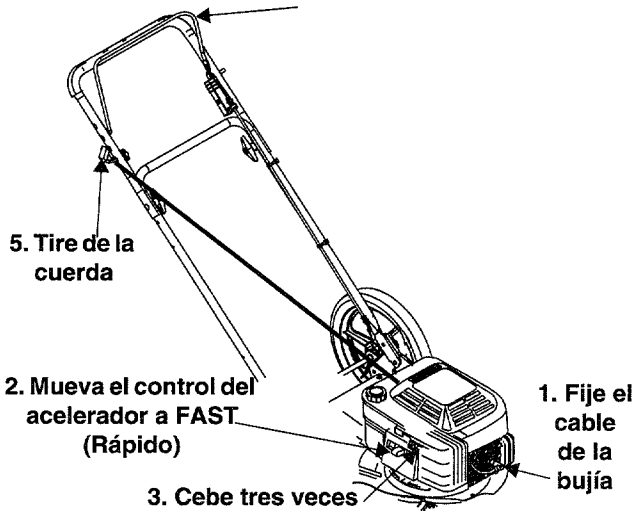

Figura 8
- Ceebe tres veces. Vea la Figura 8. Espere dos segundos aproximadamente entre cada cebado. Ceebe cinco veces en tiempo frío alrededor de 55° o menor. Después de un apagado breve **no ceebe para volver a arrancar un motor.**
- Sujete el mango del arrancador y tire lentamente de la sogá hasta que el motor llegue al comienzo del ciclo de compresión (la sogá ofrecerá un poco de más resistencia en este punto). Vea la Figura 8. Permita que la sogá se enrolle lentamente.